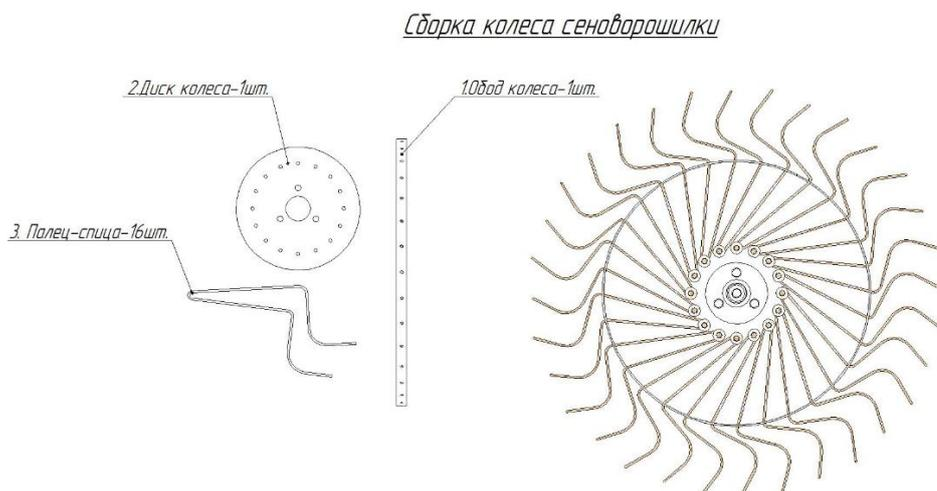

Рис.3.1 Комплект для сборки колеса
- Для сборки колеса необходимо взять из комплекта поставки 16 пальцев- спиц, 1 обод и 1 диск колеса рис.3.1, Каждый палец продеть в 2 (два) отверстия на ободе, последовательно заполнив обод пальцами- спицами. Затем поместить в центр колеса диск и уложить на нем пальцы- спицы таким образом, чтобы загиб на пальце сгибал отверстие на диске. Накрыть загиб увеличенной шайбой, вставить в отверстие болт М8х25 и затянуть с обратной стороны гайкой М8, подложив стопорную шайбу. Собрать таким образом все 4 колеса.